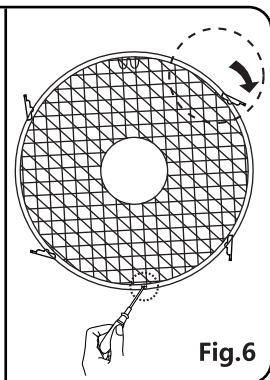

Fig.6
3. Junte la rejilla frontal con la rejilla trasera utilizando el clip de seguridad. Utilice el tornillo y la tuerca para ajustar la rejilla en su posición. (Fig. 6)